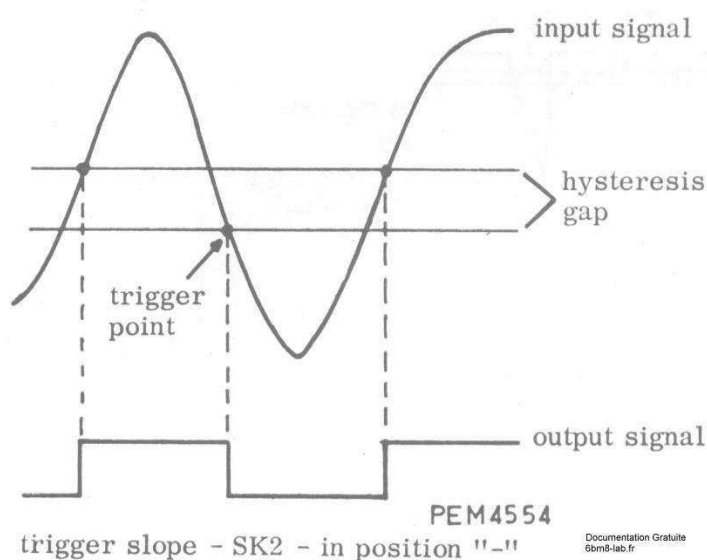

Fig. 8. Fonctionnement conformateur d'impulsions de déclenchement (valeur moyenne)
Le multivibrateur (SB) et le circuit automatique sont commandés par un circuit différentiateur par un déclencheur de Schmitt TS206, TS207, qui est utilisé en tant que conformateur d'impulsions. Fig. 8, montre comment ce déclencheur de Schmitt bascule lorsqu'un signal d'entrée lui est appliqué (pente de déclenchement - SK2 en position „—”).